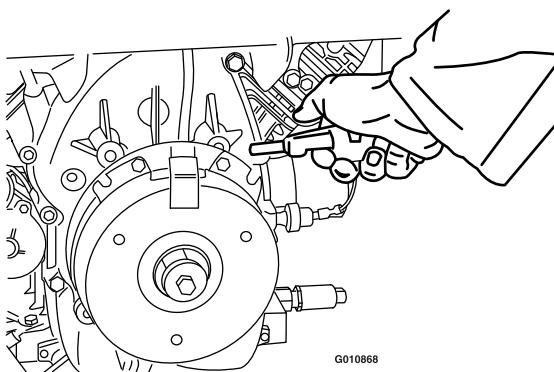

Figura 73
2. Con un compressore d'aria eliminate tutti i detriti presenti sotto il giunto del freno e attorno ai distanziatori (Figura 73).